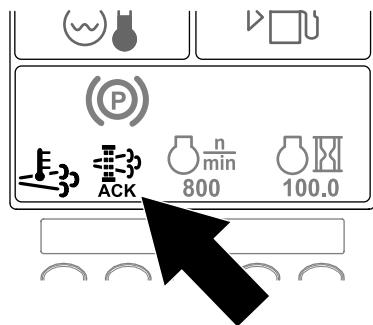

图30
10. InfoCenter（信息中心）将显示主屏幕，且再生过程中再生确认图标（图30）将出现在屏幕右下角。